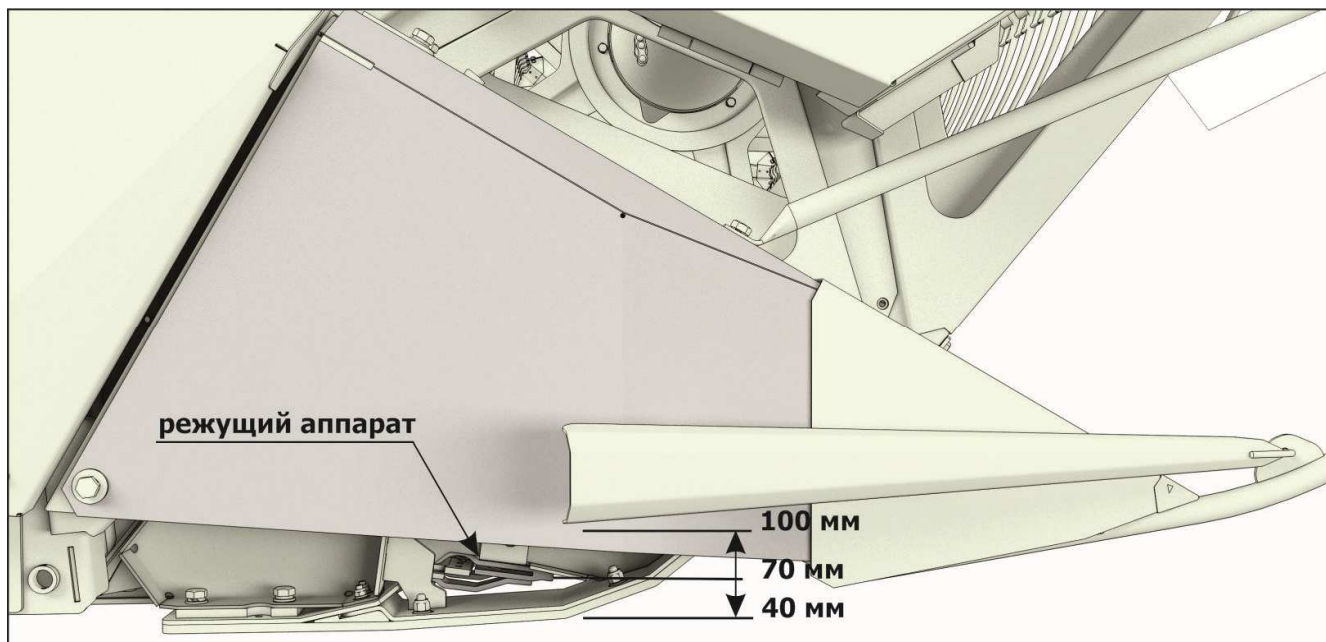

Рисунок 6.14 - Положение режущего аппарата при уборке зерновых
- ОТРЕГУЛИРОВАТЬ ФИКСАТОР РЫЧАГА, ОТКРУТИВ ДВА БОЛТА М 6х14, И ПРЕДВИНУВ ЕГО. ЭТО НЕОБХОДИМО ДЛЯ ОБЕСПЕЧЕНИЯ СООСНОСТИ ФИКСАТОРА И БОЛТА М10Х45 (рисунок 6.14).